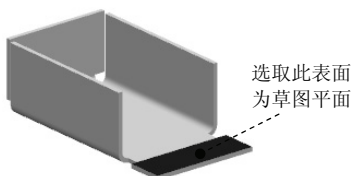
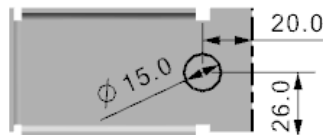

图 4.4.3 选取草图平面
图 4.4.4 截面草图
(1) 选择特征命令。选择下拉菜单 **插入(S)** → **切削(T)** → **法向除料(N)...** 命令，系统弹出“法向除料”对话框。
(2) 绘制除料截面草图。在“法向除料”对话框 **类型** 区域的下拉列表中选择 **草图** 选项，单击 **草图** 按钮，选取图 4.4.3 所示的模型表面为草图平面，取消选中 **设置** 区域的  **创建中间基准 CSYS** 复选框，单击 **确定** 按钮，绘制图 4.4.4 所示的截面草图，然后退出草图环境。
(3) 定义除料的深度属性。在 **除料属性** 区域下的 **切削方法** 下拉列表中选择 **厚度** 选项，在 **限制** 下拉列表中选择 **贯通** 选项。
(4) 在“法向除料”对话框中单击 **确定** 按钮，完成特征的创建。